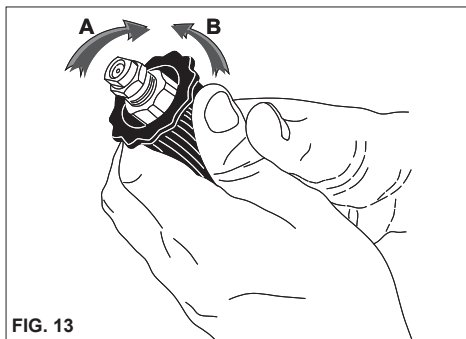

FIG. 13
BRUK AV REGULERBART HODE (fig. 13)
- Når rengjøringsmaskinen ikke er i bruk må sikkerhetsanordningen på håndtaket lukkes (fig. 13).